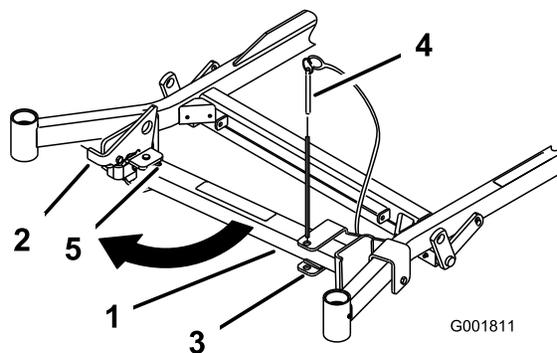
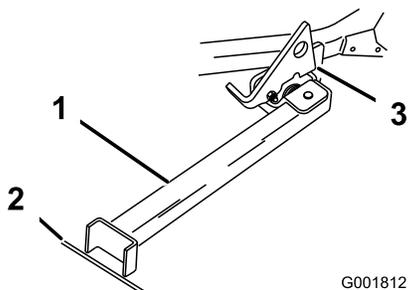

Figura 26
Figura 27
2. Togliete il perno dalla staffa (Figura 26).
3. Alzate il dispositivo di chiusura. Portate il piede del supporto sul davanti e spostate il supporto verso la macchina, nell'intaglio inferiore (Figura 26 e Figura 27).
- Mettete a terra il piede del supporto ed appoggiate il dispositivo di chiusura sull'aletta orientabile (Figura 27).
Nota: Per ottenere risultati ottimali, appoggiate il piede del supporto nelle fessure del marciapiede o nel tappeto erboso (Figura 27).
- Guidate sul supporto. Fermatevi quando il dispositivo di chiusura cade sull'aletta e si chiude (Figura 27). Una volta sul supporto, innestate il freno di stazionamento e spegnete il motore.